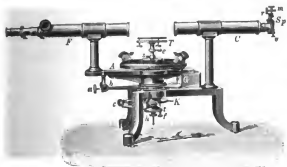

Fig. 1. Grosses Spektrometer I. (natürlicher Grösse.)
Kernstück des Dreifusses (Fig. 1) erhebt sich
c) Spektrometer II. Dieses Modell unterscheidet sich von No. I (Fig. 1) dadurch, dass es in allen Teilen kleiner gehalten ist. Der verdeckte